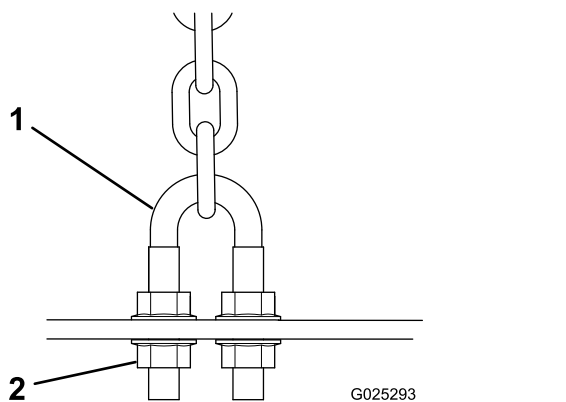
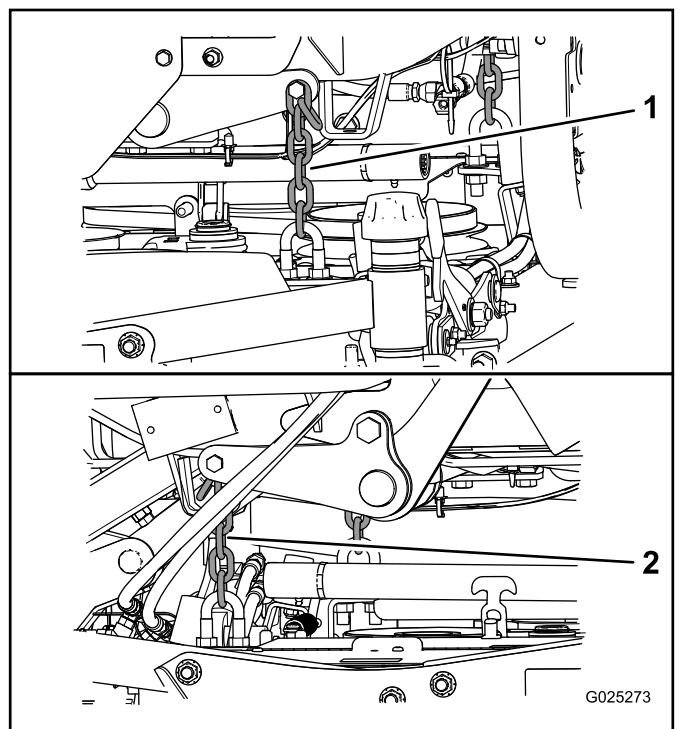

Figura 13
Figura 14
7. Ajuste las contratueras de las abrazaderas (Figura 13) que sujetan las cadenas traseras de la carcasa (Figura 14) a la carcasa de corte, para elevar la parte trasera de la segadora hasta que la inclinación de las cuchillas sea de 8 a 11 mm.
8. Ajuste las contratuercas que fijan las cadenas a la carcasa de corte hasta que la carcasa de corte quede nivelada (Figura 14).